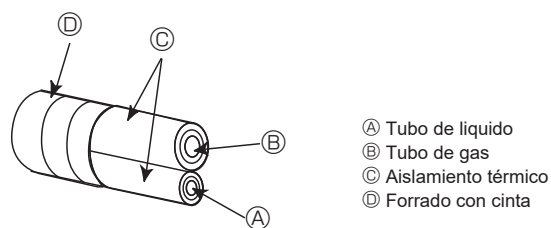
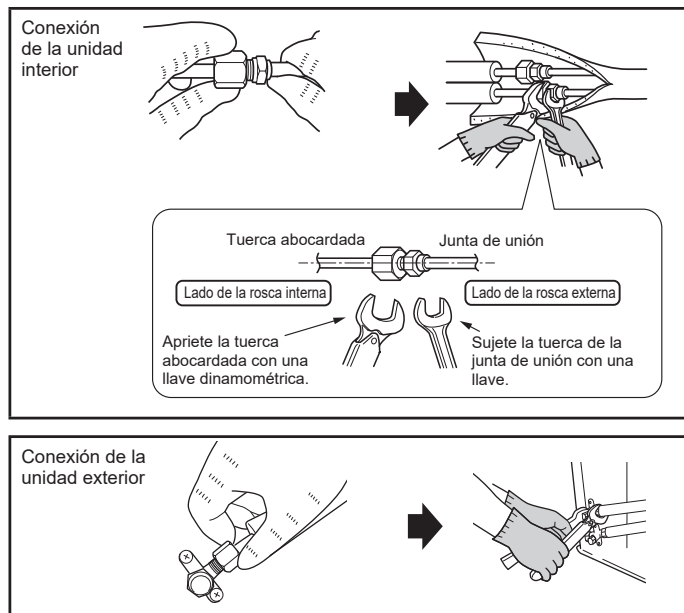

Fig. 4-4
Fig. 4-5
4.3. Tubos de conexión (Fig. 4-4, Fig. 4-5)
Ⓐ (Fig. 4-5)